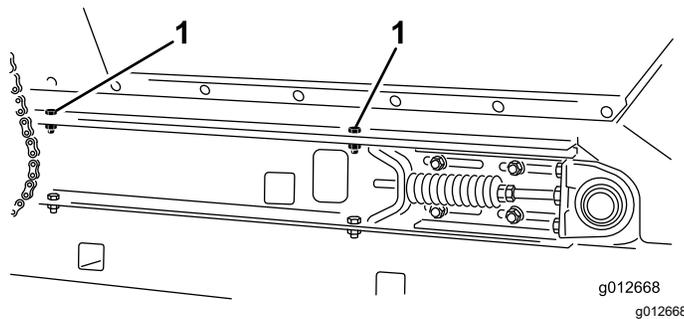

图 37
4. 在机器两侧用在 拆除滑行滚道 \(页码 19\)中卸下的 2 个平头螺丝、2 个垫圈和 2 个锁紧螺母将料斗固定到滑行机架轨道上 图 37。